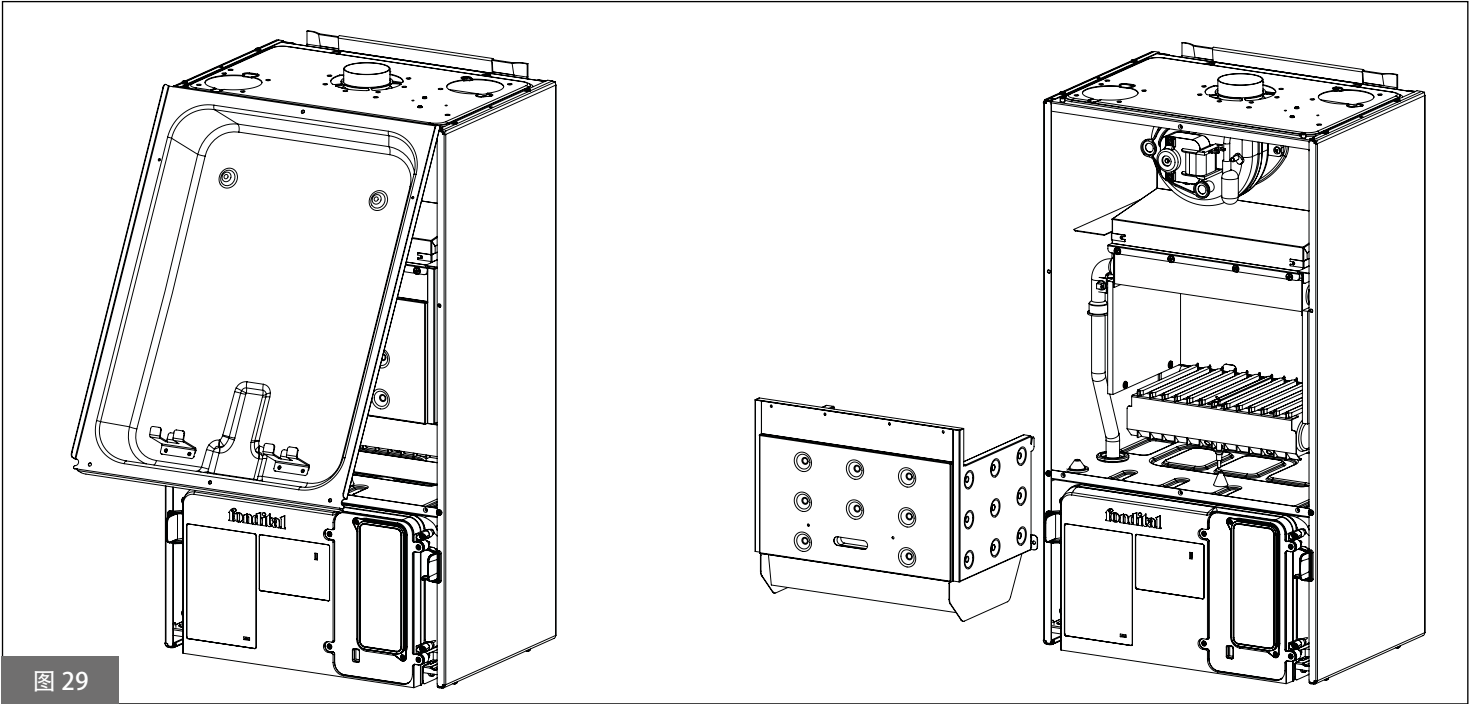

图 29
- 取下燃烧室的前面板，如图29所示；
- 取下燃烧室的前面板，如图29所示。